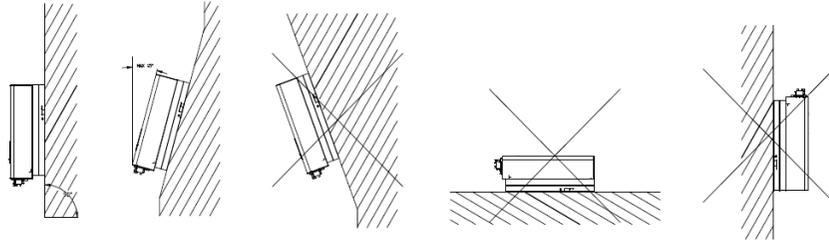

Figura 4.1 Métodos de montaje
Las posiciones correctas de montaje del inversor se muestran en la Figura 4.1
- ① El equipo emplea el enfriamiento por convección natural, puede ser instalado en espacios interiores como exteriores.
- ② Instale el equipo siguiendo las posiciones permitidas en Figura 4.1. El montaje vertical a nivel de suelo está recomendado. El montaje vertical con una inclinación hacia atrás máxima de 15°, también está permitido. Nunca lo instale inclinado hacia adelante, horizontal o con la salida de cables hacia arriba.
- ③ La altura de instalación recomendada es a nivel de los ojos de modo que resulte conveniente para ver el display y ante posibles actividades de mantenimiento.
- ④ Cuando efectúe el montaje del inversor, tenga la precaución de sacar de servicio al mismo.